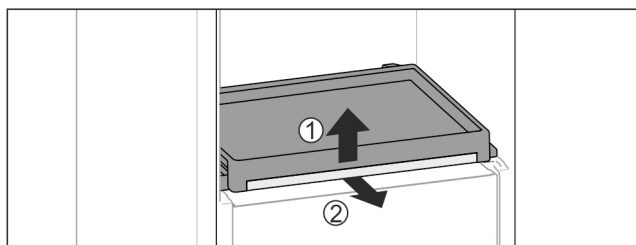

Fig. 39
- ▶ Sortir la bordure télescopique avec la tablette : Soulever légèrement la tablette par l'avant Fig. 39 (1) et la sortir vers l'avant Fig. 39 (2).